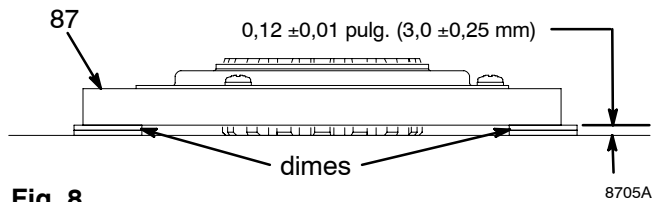

Fig. 8
1. Fig. 8. Coloque dos pilas de dos monedas de duro sobre la superficie uniforme de un banco.
2. Coloque el inducido (87) sobre las dos pilas de monedas.